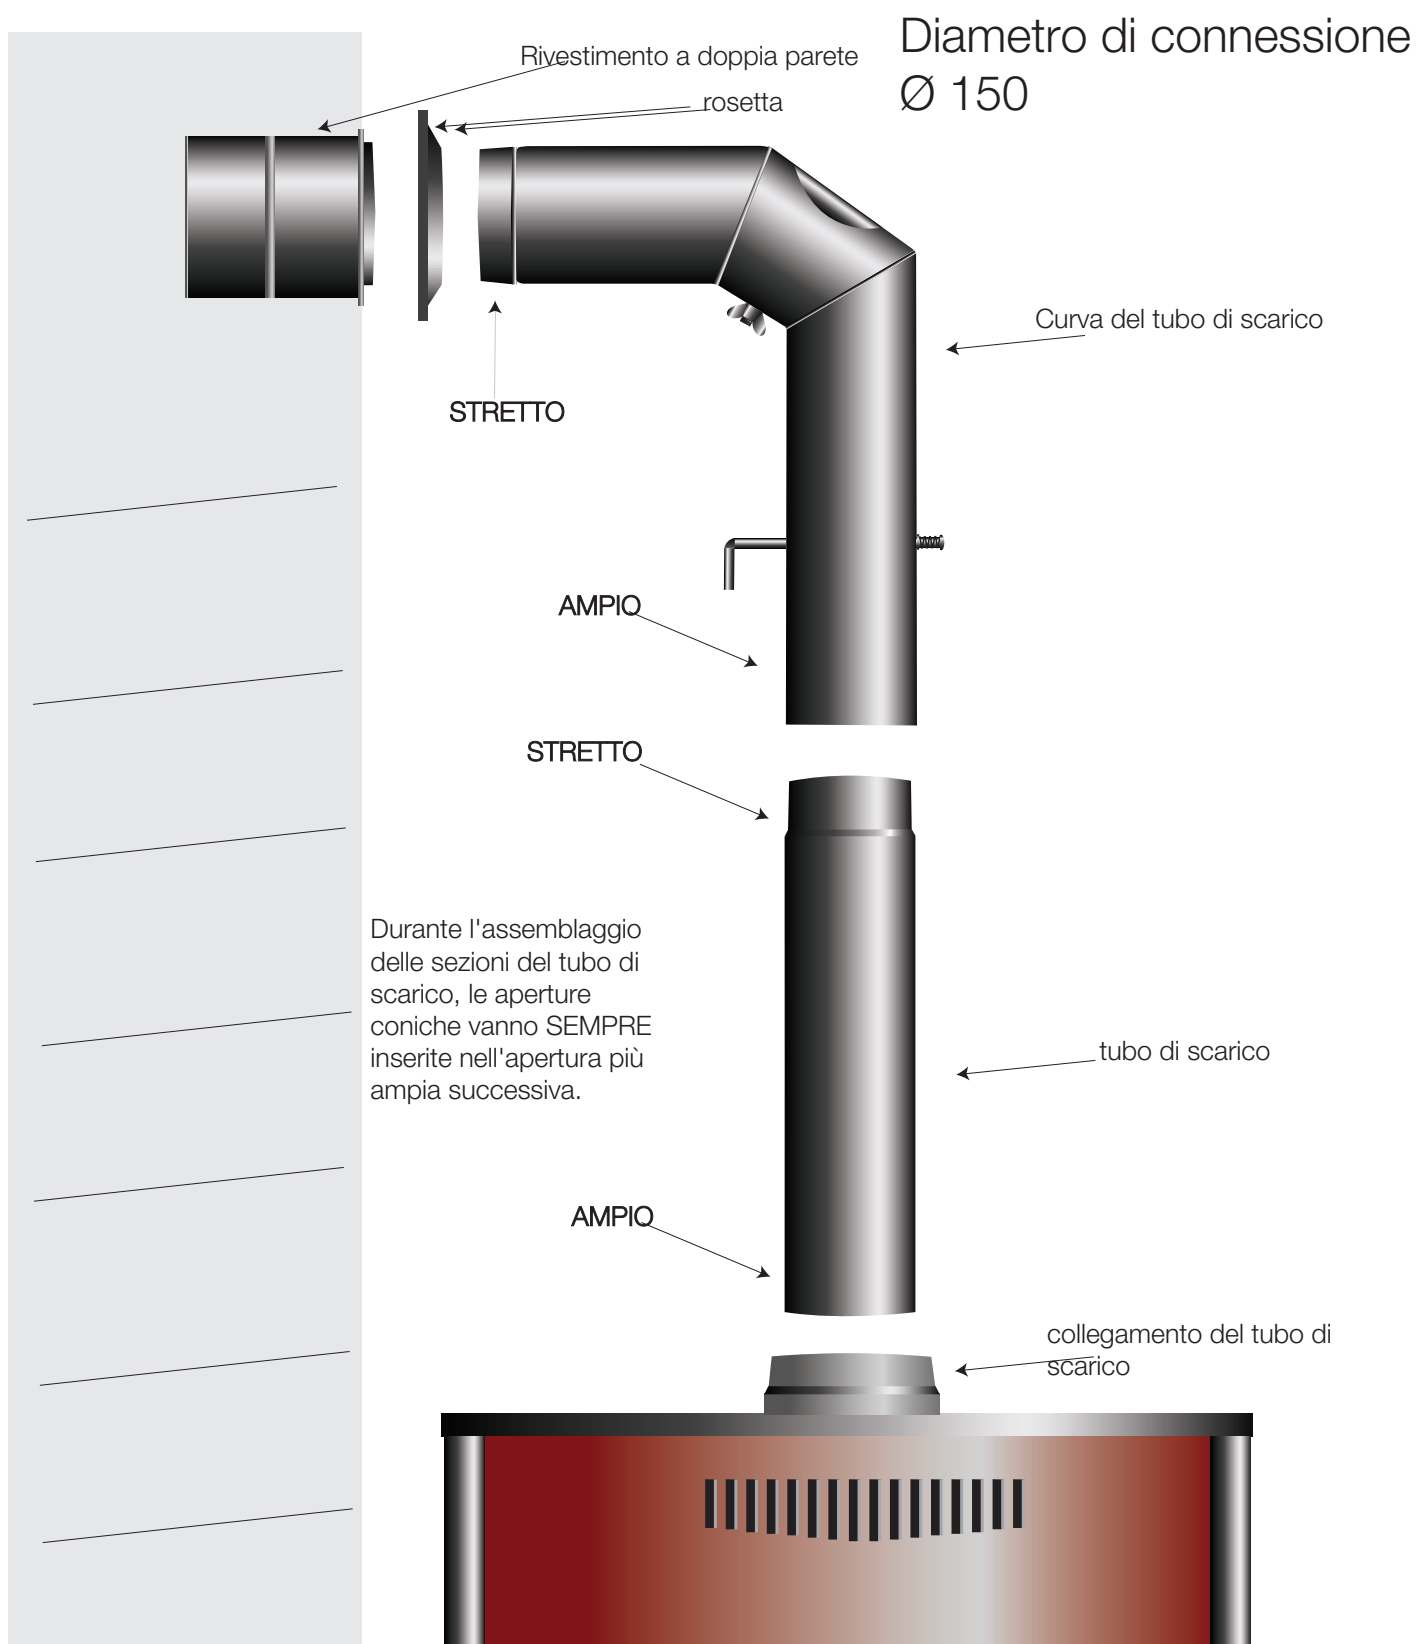

Figura 4 Collegamento della stufa a legna al camino
5. Figura 4 Collegamento della stufa a legna al camino	Pagina 7